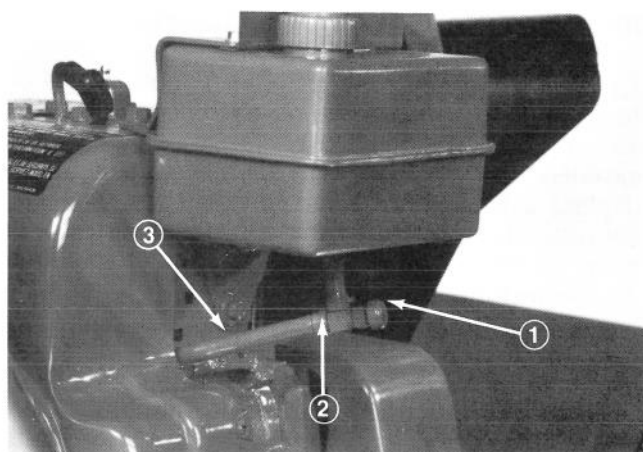

Figure 25
1. Fermez le robinet d'arrêt de l'essence situé sous le moteur (Fig. 25).
3. Desserrez les pinces à tuyau qui attachent le conduit d'alimentation sur le robinet d'arrêt, puis enlevez le conduit du robinet d'arrêt (Fig. 25).